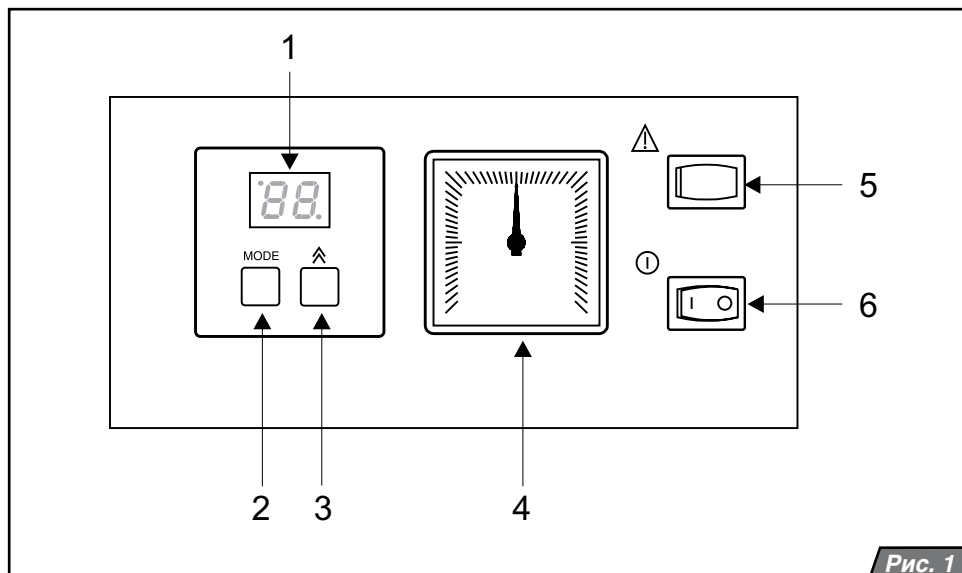

Рис. 1
Главный выключатель (рис.1, поз.6) предназначен для включения и выключения котла. Он располагается в правой части панели управления.
Описание элементов управления (рис. 1):
Давление в системе отопления постоянно отображается на манометре котла (рис.1, поз.4).
В случае если к котлу не был подключен датчик температуры воды в бойлере, нажмите кнопку MODE 1 раз (рис.1, поз.2). Если датчик
4. давление в системе отопления находится в допустимых пределах 1 – 2 бара. Установите главный выключатель (рис. 1, поз. 6) в положение ВКЛЮЧЕНО (I). Котел включится и начнет работать в режиме ГВС (если бойлер подключен к котлу). После нагрева ГВС котел переключится на режим отопления (при условии, что режим отопления активен). В случае защитного отключения котла на дисплее панели управления появится сообщение о
неисправности (см. „Сообщения об ошибках“, стр.8). С помощью кнопки RESET (рис. 1, поз. 5) разблокируйте котел. Если, после включения, защитное отключение повторится, или невозможно будет произвести разблокировку котла, обратитесь в сервисную организацию.
При кратковременном отключении котла установите главный выключатель (рис. 1, поз. 6) в положение ВЫКЛЮЧЕНО (O). При выключении котла на длительный период необходимо отключить его от электрической сети и перекрыть подачу газа в котел. Если в зимний период котел не используется, то систему отопления необходимо опорожнить. Однако необходимо избегать частых сливов и подпиток системы отопления во избежание образования накипи и отложений внутри котла.